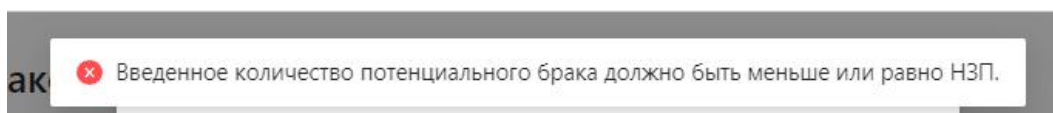

Рисунок 168
1. При вводе значения потенциального брака нельзя ввести значение больше, чем значение НЗП по операции. Иначе выведется ошибка (Рисунок 168)